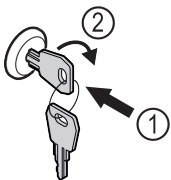

Fig. 129
- ▶ Insérer la clé Fig. 129 (1).
- ▶ Tourner la clé à 90° dans le sens horaire Fig. 129 (2).